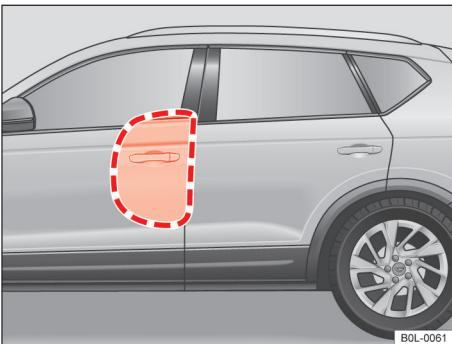
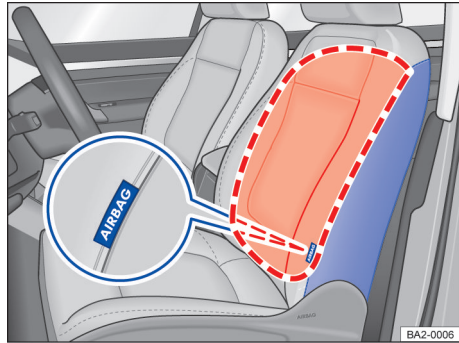

图 28 车辆左侧：侧面安全气囊的膨胀范围
图 29 左前座椅侧面：侧面安全气囊安装位置及膨胀范围
取决于车型装备，前排座椅可装备侧面安全气囊 → 图 28：
- 前排座椅侧面安全气囊安装在驾驶员座椅和前排乘员座椅外侧靠背软垫中 → 图 29。
→ 图 28 和 → 图 29 中红色线条环绕的区域为侧面安全气囊触发膨胀时的作用范围（膨胀区）。因此，在该区域内不得存放或固定任何物品 → ▲。